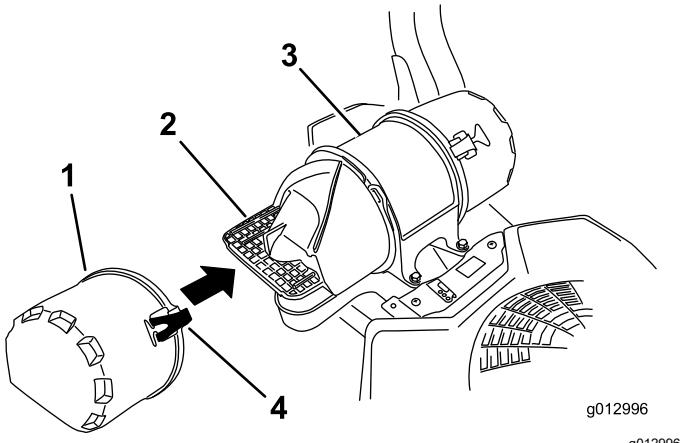

Figure 58
- Ouvrez les dispositifs de verrouillage du filtre à air et séparez le couvercle d'entrée d'air du boîtier du filtre (Figure 58).
- Reposez le couvercle d'entrée d'air et fixez-le avec les verrous (Figure 58).